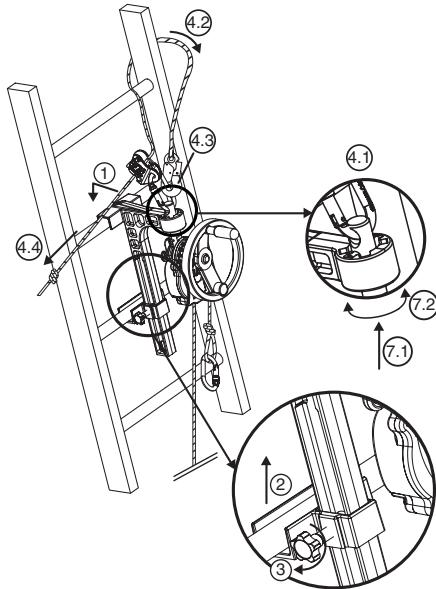

Abb. 6
6.3.2. Gerät Derope™ UP B (Abb.6)
1. Den großen verriegelbaren Adapter an der für die Rettung vorgesehenen Stelle über der zu rettenden Person an der Leitersprosse anbringen (Abb.6, 1).
2. Das Sicherungsgleitstück auf die Höhe der Sprosse bringen, die unmittelbar unter der Trägersprosse des großen Adapters liegt (Abb.6, 2).
3. Den Sicherungsbolzen des Gleitstücks mit Hilfe des Rändelknopfs an der Seite des Adapters festziehen (Abb.6, 3).
- Den Karabinerhaken der Einstellvorrichtung LCM 05 in der oberen Bohrung des Befestigungsbolzens befestigen (Abb.6, 4.1).
- Das Halteseil um die über dem Adapter gelegene Sprosse und um einen der Leiterholme führen (Abb.6, 4.2).
- Den Karabinerhaken des Halteseils am Karabinerhaken der Einstellvorrichtung LCM 05 befestigen (Abb.6, 4.3).
- Das Halteseil durch Ziehen am Leertrum spannen (Abb.6, 4.4).
7. Das Derope™-Gerät nach Bedarf ausrichten, indem die Position des Befestigungsbolzens in der Positionierungsvorrichtung geändert wird (Abb.6, 7.1 - 7.2).